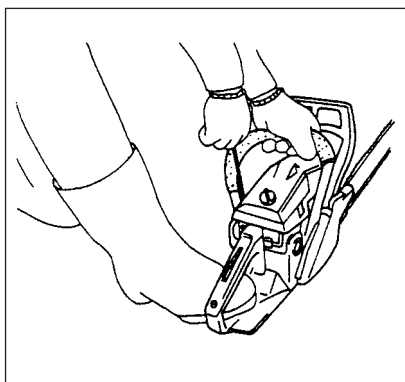

Fig. 2-4
3. Tirare lentamente l'avviatore autoavvolgente finché si avverte la resistenza della compressione, e quindi tirarlo rapidamente facendo attenzione a tenere saldamente l'impugnatura in modo che non sfugga dalla presa e non scatti all'indietro. (Fig. 2-4)